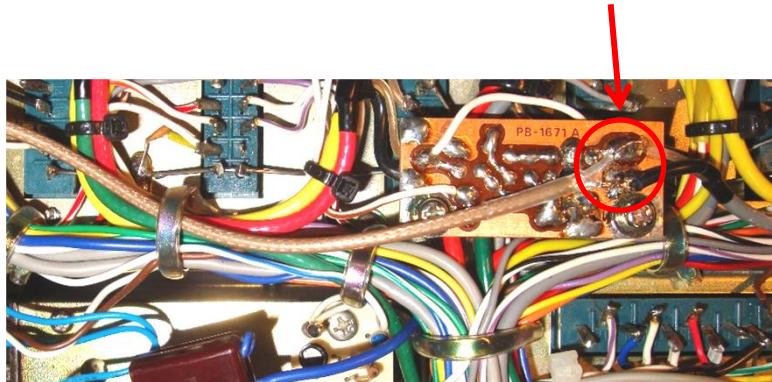

Abbildung 16
- Führen Sie das Koaxialkabel wie in Abbildung 16 gezeigt zur Buffer-Platine (PB-1671A) und löten Sie Abschirmung und Innenleiter parallel zum Koaxialkabel, welches zur Buchse auf der Rückseite des FT-221R führt. Achten Sie darauf, dass die Abschirmung keinen Kurzschluss auf der Platine verursacht → verwenden Sie Isolier- oder Schrumpfschlauch.